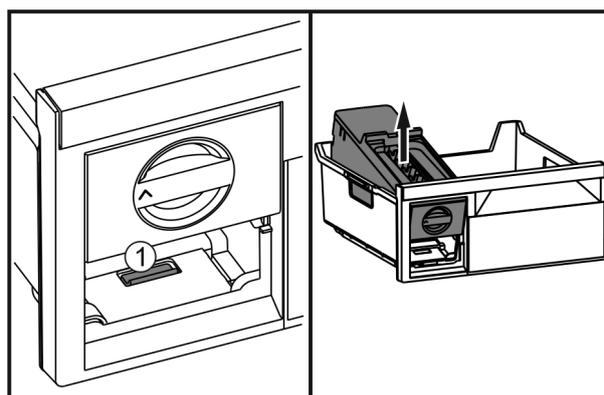

Fig. 70
- ▶ Stlačte sponu Fig. 70 (1), nadvihnite zariadenie EasyTwist-Ice zozadu a vyberte ho zo zásuvky na zmrazovanie.